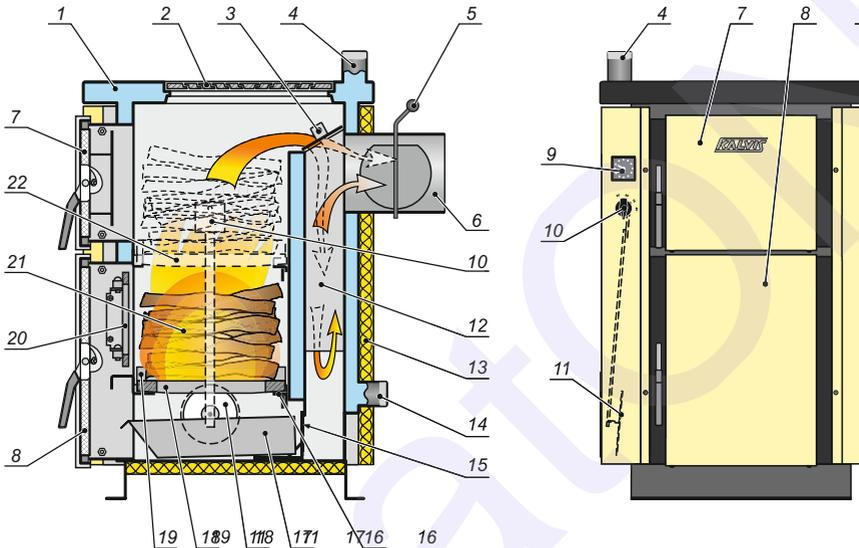

Рис. 1
** При топке котла с колосниками, вставленными в нижнее положение (18) (см рис. 1) / или в верхнее положение (22).
Корпус котла (1) (см. рис. 1) сварен из стальных листов, с боков и с веру имеет полости, в которых подогревается вода. Верхняя часть корпуса имеет отверстие для варки, закрытое чугунными вставками (конфорками) (2).